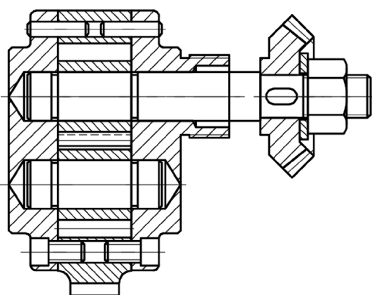

图 14-71 细化销轴和螺钉
(9) 细化销轴和螺钉。单击“默认”选项卡“绘图”面板中的“直线”命令, 单击“默认”选项卡“修改”面板中的“偏移”命令, 细化销轴和螺钉, 结果如图 14-71 所示。
(10) 插入轴套、密封圈和压紧螺母图块。单击“默认”选项卡“绘图”面板中的“插入块”命令, 插入“轴套”“密封圈”和“压紧螺母”图块。